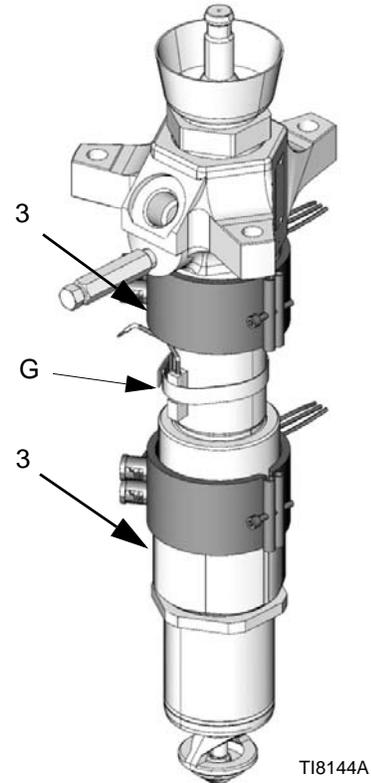

FIG. 25
2. Desconecte los cables eléctricos de la banda calentadora (3). Vea FIG. 25.
3. Afloje la abrazadera que sujeta el sensor a la bomba (G). Vea FIG. 25.